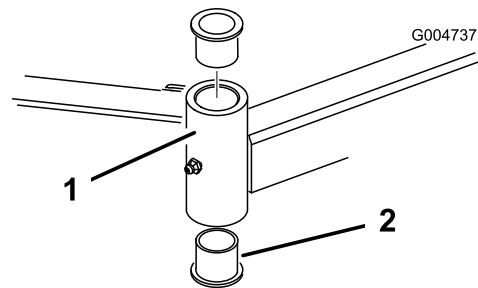

Figura 83
4. Inserte un botador fino en la parte superior o inferior del tubo de montaje y dé golpes hasta que salga el casquillo del tubo (Figura 83).